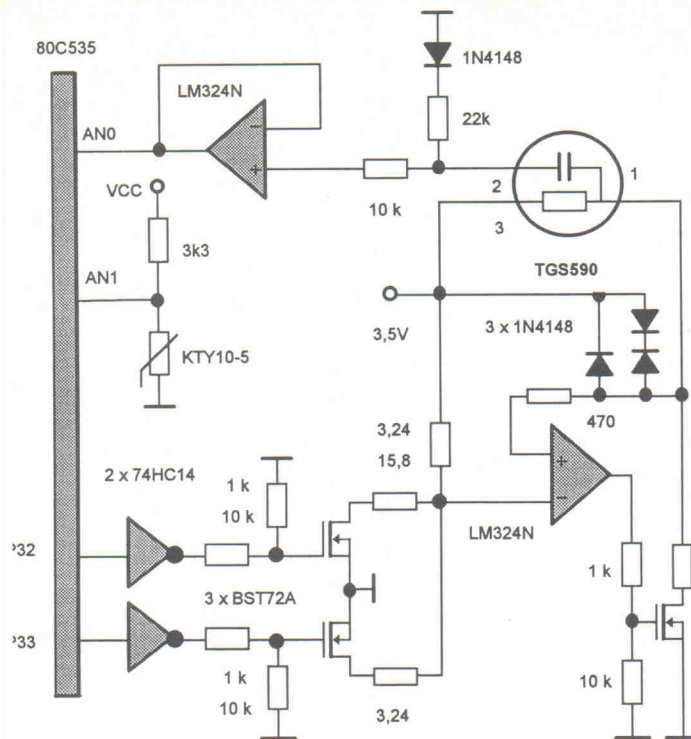

Bild 3. Die Beschaltung des Ozonsensors.
Bild 3 zeigt die Hardware-Realisierung. Zum Betrieb des Sensors sind die drei Spannungen 0 V, 0,6 V (Meßphase) und 0,8 V (Heizphase) erforderlich. Diese Spannungen lassen sich über die zwei Ausgänge eines μC ein- beziehungsweise ausschalten. Die Schaltspannung wird über die als Regler geschalteten Bausteine LM324N und BST72A konstant gehalten. Die Versorgungsspannung des Sensors ist eine über den Spannungsreglerbaustein 317LZ aus 9 V gewonnene 3,5-V-Spannung.
- Der Sensor ist in hohem Maße temperaturabhängig. Je niedriger die Temperatur, um so höher die scheinbar gemessene Ozonkonzentration. Diese Abhängigkeit ist als Kurve zu ermitteln und mittels Software zu korrigieren. In Bild 3 wird die Tempera-